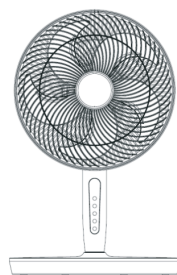

FIGURA 4
4. Modo ventilador de mesa: si necesita utilizar este ventilador sobre una mesa, alinee la base con el cabezal del ventilador y, a continuación, conéctelos en su sitio tal y como se muestra en la figura 4.